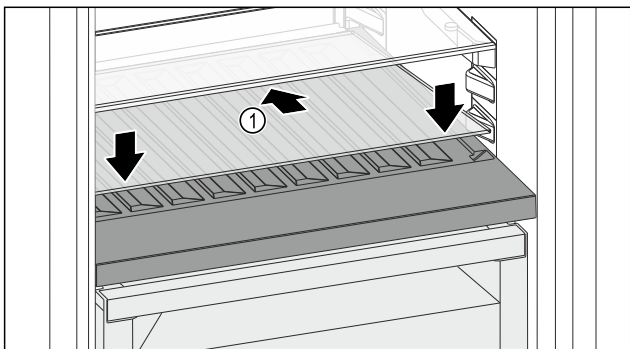

Fig. 111
- Placer la plaque de verre Fig. 111 (1) en biais et inclinée vers le bas.
- Abaisser l'avant de la plaque de verre Fig. 111 (1).